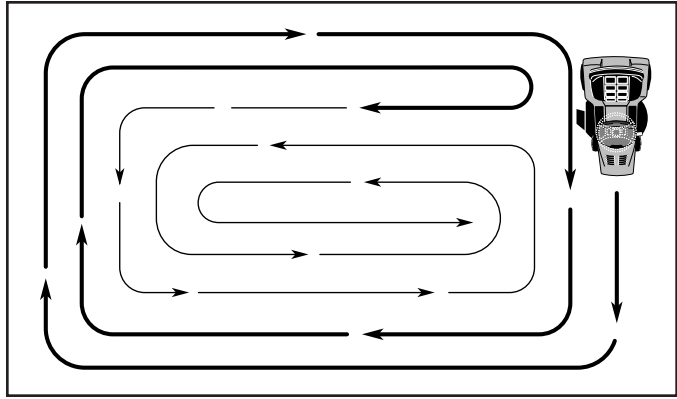

Fig. 14
- Al segar las áreas grandes, empiece girando a la derecha de modo que los recortes se descarguen, alejándose de los arbustos, cercos, entradas de automóviles, etc. Después de una o dos vueltas, siga en la dirección opuesta, haciendo virajes a la izquierda, hasta que termine (Vea Fig. 14).